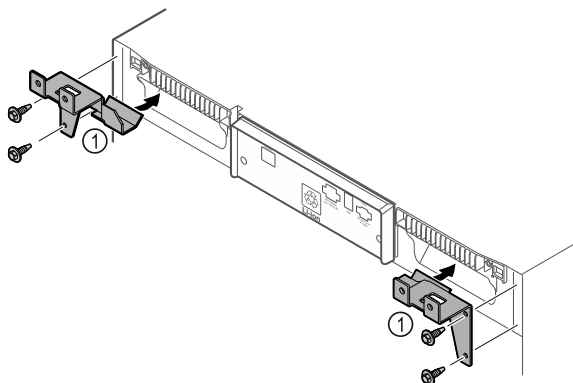

Fig. 50
- Montare i componenti di tenuta Fig. 50 (1) con viti autofilettanti sul dispositivo.